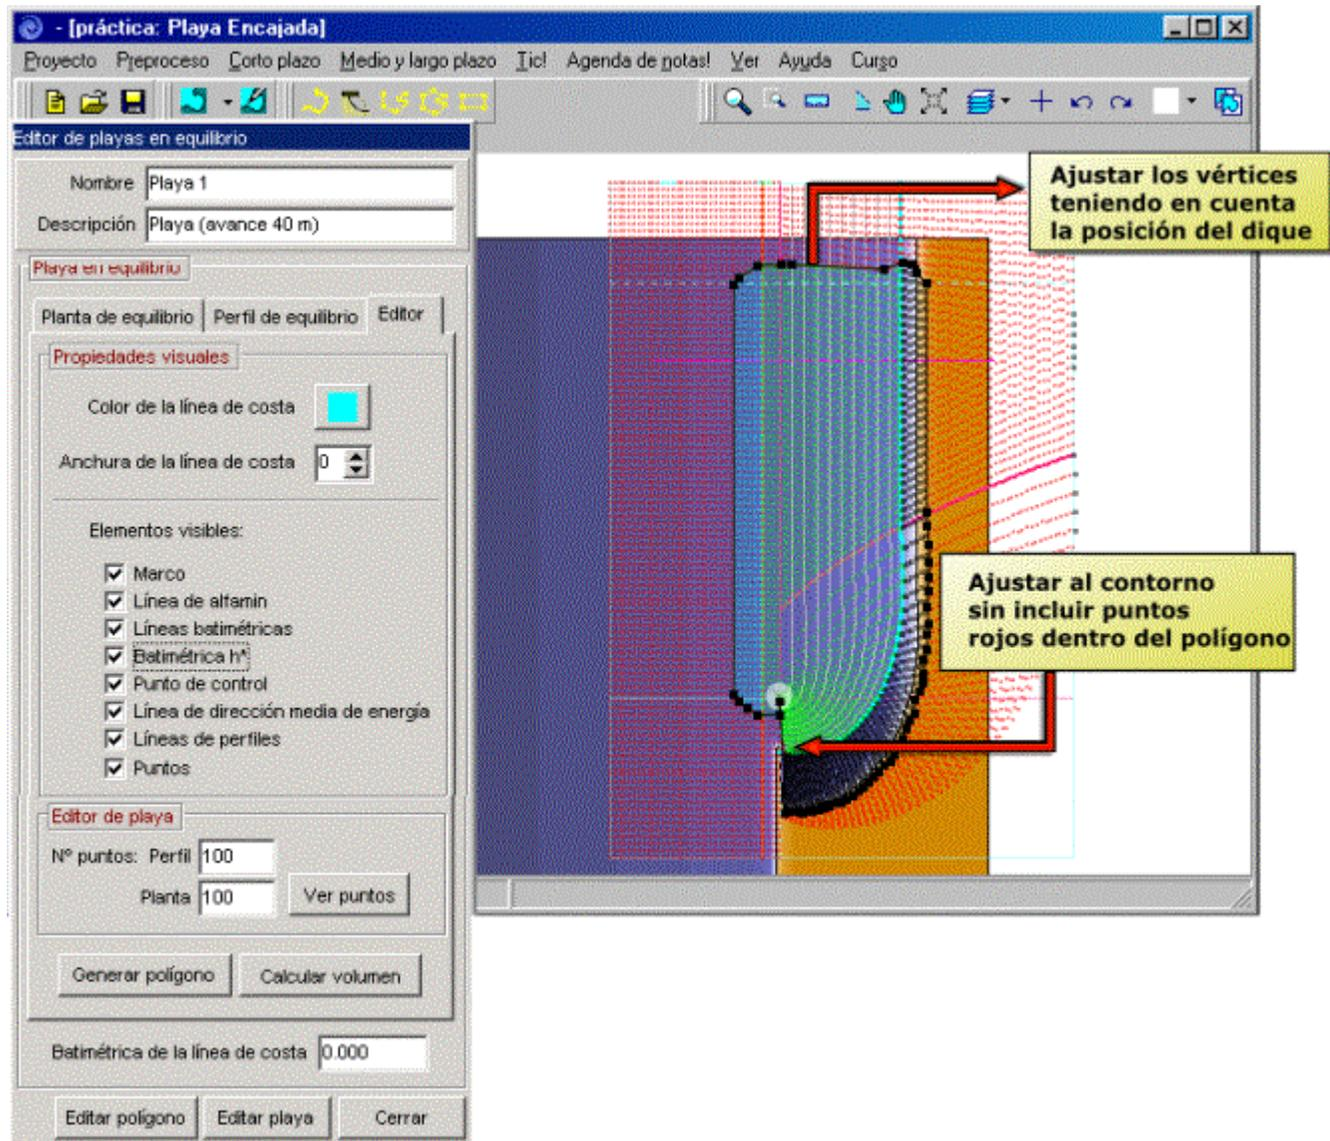
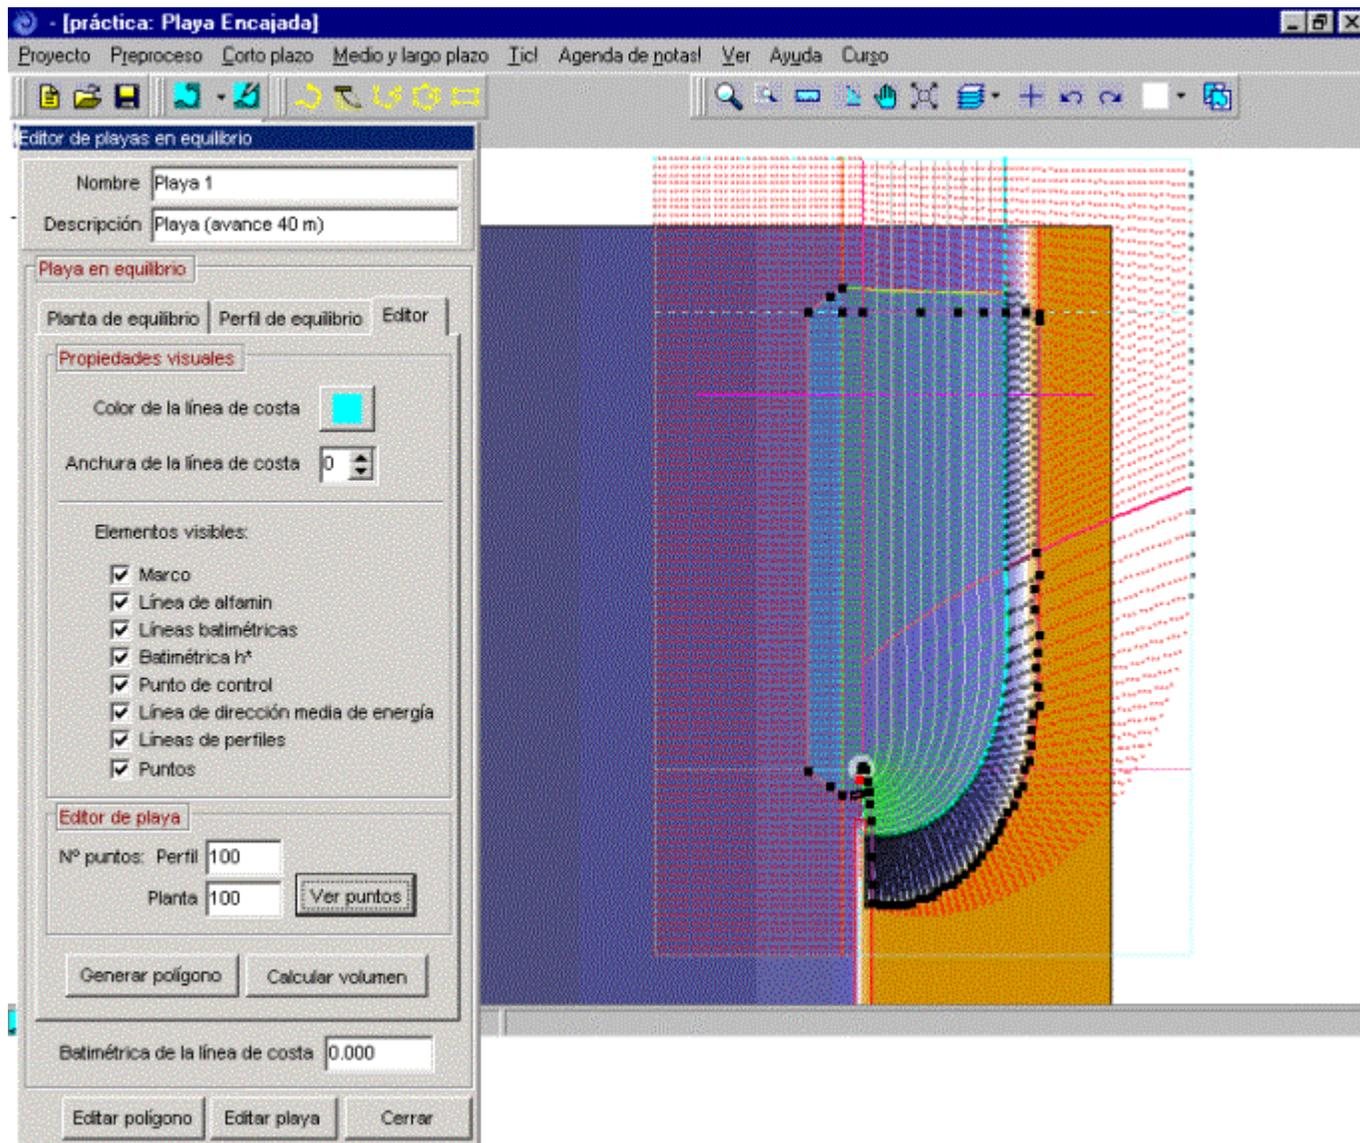

Figura 7.10
Figura 7.11
- A continuación, pulsando el botón “Generar polígono”, generamos el polígono de intersección entre la playa de equilibrio y la batimetría base. Antes de salir el polígono en el plano, aparece un diálogo que pregunta si se desea crear líneas de costa que muestren la intercepción con el terreno y la línea de playa; dar a éste aceptar. A continuación, aparece en la pantalla el polígono propuesto por el programa (ver figura 7.10), el cual debe ser corregido por el usuario ajustándolo lo mejor posible a los contornos,
teniendo especial cuidado en no incluir puntos en color rojo dentro del polígono. Pulsando el botón “Editar polígono” en el editor de la playa, aparece el polígono en color naranja con vértices cuadrados, permitiendo modificar los puntos que se muestran en la figura 7.10 (ver proceso de modificación de un polígono en la sección 6.9.1). El polígono final ya corregido es algo similar a lo que se muestra en la figura 7.11;